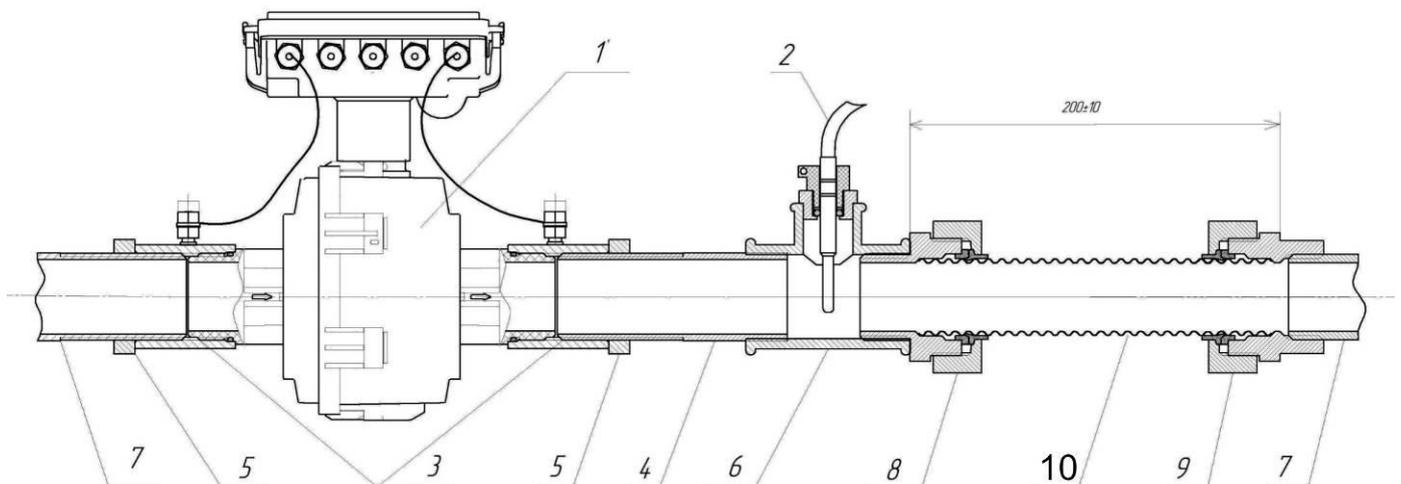

рис. 6.1
6.3.2 Преобразователи расхода «ЭР» ду 20, 32 имеющие пластмассовый патрубок с резьбовыми присоединительными концами, для предотвращения возникновения нагрузок, возникающих вследствие теплового расширения трубопроводов, рекомендуется применять гофрированные трубы, например HydroSta Flexy (рис. 6.1).
- соединение удлиняющих проводов, преобразователя температуры и тепловычислителя должно быть выполнено по схеме, приведенной на рис. 6.1;